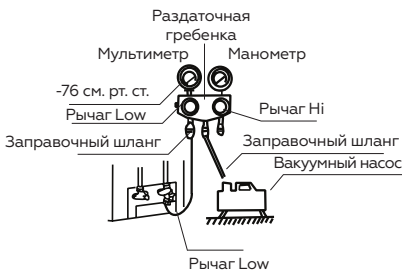

Рис. 16
3. Полностью откройте нижний рычаг раздаточной гребенки (Рис. 16).